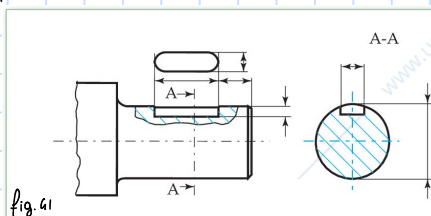

fig.41
- Fresa ad asse verticale (fig.41)